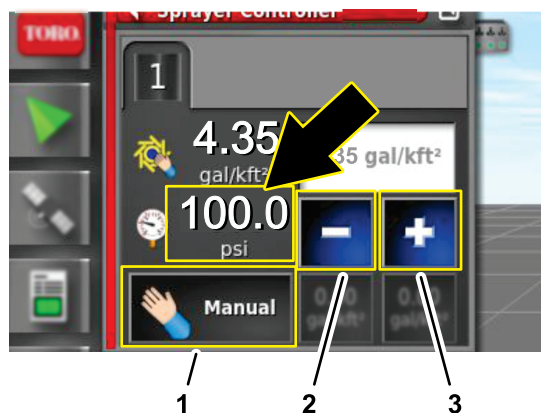

Рисунок 276
7. В диалоговом окне контроллера интенсивности опрыскивания нажимайте значок RATE CONTROL MODE (РЕЖИМ УПРАВЛЕНИЯ ИНТЕНСИВНОСТЬЮ ОПРЫСКИВАНИЯ), пока не будет отображен ручной режим (Рисунок 276).
8. Нажимайте значок пошагового уменьшения (-) или пошагового увеличения (+), чтобы отрегулировать давление в системе опрыскивания (Рисунок 276) на 6,9 бар (100 фунтов на кв. дюйм).